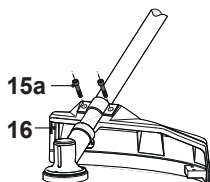

Fig. 4
- > Fixez le capot [16] avec les kits de montage [15], en utilisant la clé torx T30 [41] en forme de tournevis (Fig. 4).